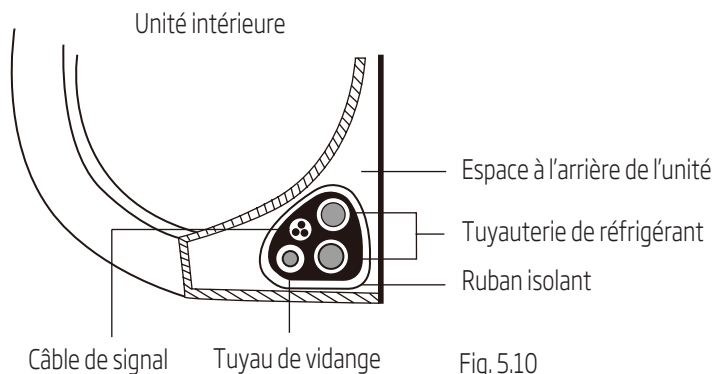

Fig. 5.10
- Branchez le tuyau de drainage, les tuyaux de réfrigérant et le câble de signal conformément à la Fig. 5.10.
3. Utilisez une bande isolante pour regrouper fermement le câble de signal, les tuyaux de réfrigérant et le tuyau de drainage. Vérifiez à nouveau que tous les composants sont regroupés conformément à la Fig. 5.10.